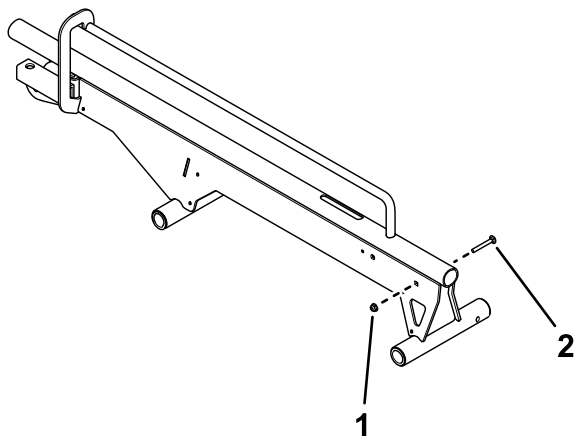

Рисунок 1
1. Установите каретные болты и фланцевые гайки (¼ дюйма) на узел рампы (Рисунок 1).